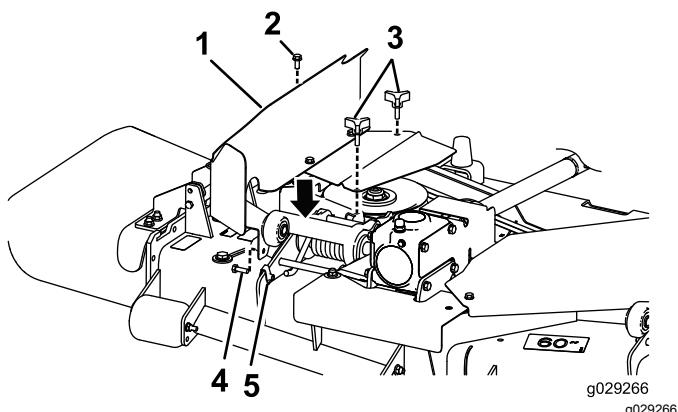

Figura 10
1. Para las carcasas que tiene instalado el sistema recogehierbas: instale el conjunto del protector derecho (Figura 10).